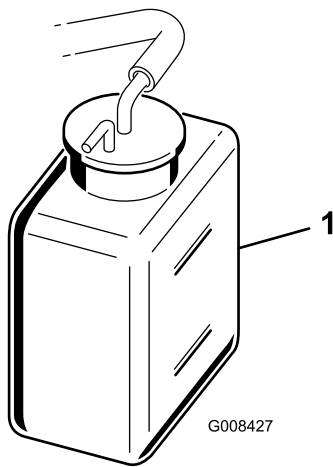

Figura 45
2. Verifique o nível do líquido de arrefecimento (Figura 45).